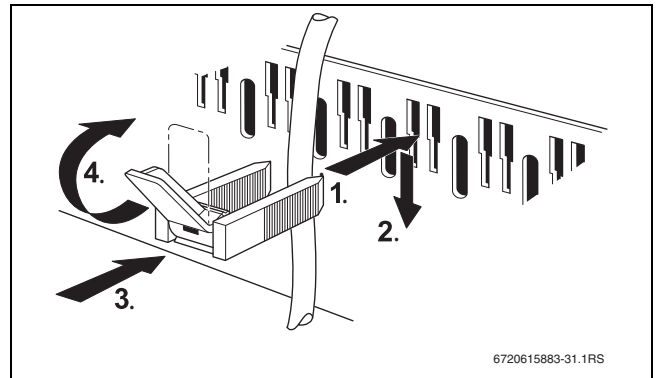

Рис. 34 Крепление провода хомутом
- Вставьте хомут с проводом сверху в прорезь рамки (→ рис. 34, стр. 31).